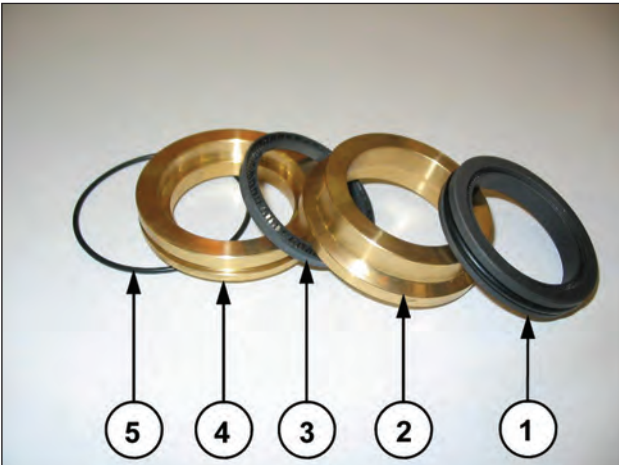

Abb. 22
**Beachten Sie die Reihenfolge zum Ausbau des Dichtungspakets, wie in Abb. 22 gezeigt. Das Paket besteht aus:**